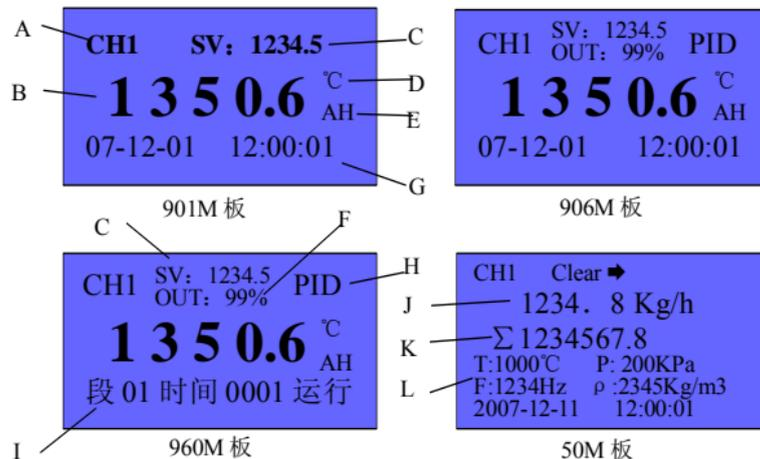

图 2.5.1 特大数据画面
- 1、 该采集板有 PID、位式和自整定（只在通道组态里设置）等三种控制方式。在通道组态画面下设置控制方式后，在特大数据画面下该控制方式可以和手动控制方式进行切换：按■键使系统从检测状态进入设置画面图 2.5.1，此时光标在控制方式位置，通过▲/▼键选择菜单项。当控制方式处于手动控制方式时，按◀/▶键可设定输出填充区域的大小，即输出量的大小，变化值同时直接在输出框中间显示；当控制方式处于非手动控制方式时，系统将按已设定的参数自动运行；
- 2、 在特大数据画面中可以设置设定值：按■键使系统从检测状态进入设置画面图 2.5.1；按◀/▶键移动光标到设定值的数据位置，按▲/▼键来设定设定值的大小，最后按 ESC 键使系统从设定状态进入检测状态。
- 2、 在特大数据画面中可以设置程序起始段和在该段的起始时间：按■键使系统从检测状态进入设置画面图 2.5.1，按◀/▶键移动光标到运行状态的数据位置，按▲/▼键来设定数值的大小，最后按ESC键使系统从设定状态进入检测状态；